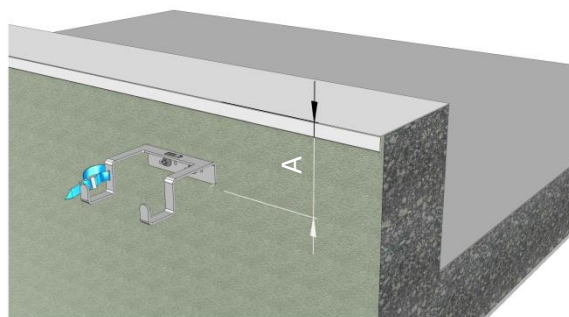

Fig. 1: LUX-top® LS III fixée sur l'acrotère en béton.
1. Orienter la LUX-top® LS III sur l'acrotère et marquer les trous. (voir Fig. 1). La distance "A" est à choisir de telle façon, que l'angle de positionnement correct de l'échelle (65° à 75°) soit respecté!